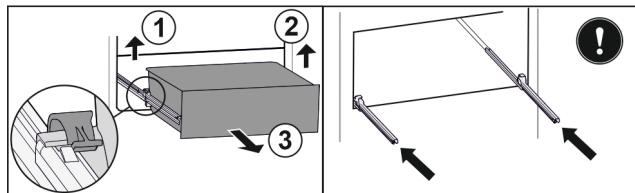

Fig. 37*
- Приподнимите левый зажим и одновременно вытяните движением вперед выдвижной ящик слева Fig. 37 (1).*
- Приподнимите правый зажим и одновременно вытяните движением вперед выдвижной ящик справа Fig. 37 (2).*
- Извлеките выдвижной ящик движением вперед Fig. 37 (3).*